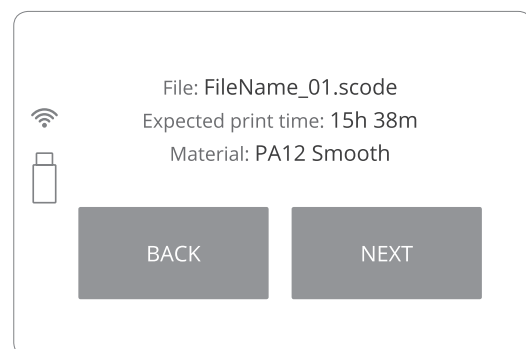

Bild 15. Grundlegende Informationen nach dem Laden der Datei in den Druckerbildschirm.
5. Nach dem Laden der Datei werden auf dem Display grundlegende Informationen angezeigt, z.B. Name der Datei, Material und voraussichtliche Druckzeit. Das Flash-Laufwerk kann dann sicher entfernt werden (Bild 15).